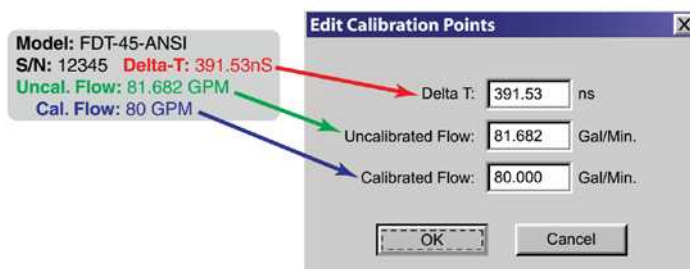

FIGURA 2.10 – EDITAR PONTOS DE CALIBRAÇÃO
- 7) Digite os valores de Delta T, *Un-calibrated Flow* (fluxo não calibrado) e *Calibrated Flow* (fluxo calibrado), nos rótulos de calibração de FDT-41 até FDT-46 e FDT-41-HT até FDT-46-HT. Em seguida, clique em **OK**. Veja **Figura 2.10**.